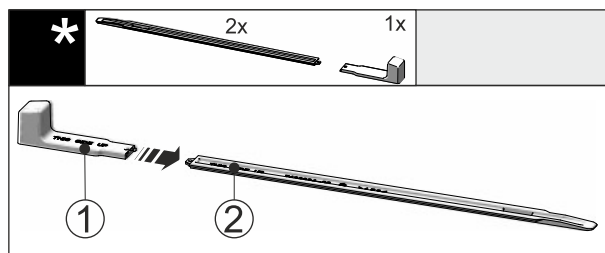

Fig. 48
- Futni dorezën e montimit Fig. 48 (1) në shinën e nivelimit Fig. 48 (2).